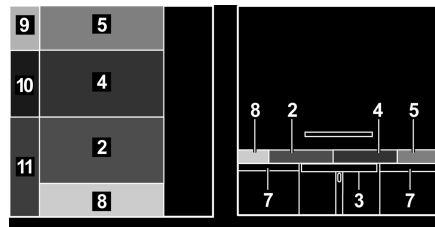

Fig. 110 Después de la transformación
- Tirar de los cojines del asiento (Fig. 110,2 y 4) hacia delante y hacia el centro.
- Colocar el cojín del respaldo (Fig. 110,5) entre el cojín del asiento y la pared.
- Colocar el cojín adicional (Fig. 110,8) entre el cojín del asiento y la pared.
- Colocar los cojines adicionales (Fig. 110,9, 10 y 11) entre los cojines sobre la mesa y el tablero y la pared.